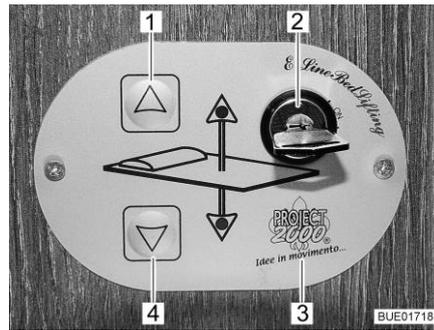

Fig. 96 Commande
Les touches (Fig. 96,1 et 4) sur l'unité de commande (Fig. 96,3) permettent d'abaisser ou de relever le lit escamotable. L'interrupteur à clé (Fig. 96,2) permet de protéger l'unité de commande contre toute utilisation non autorisée.
- Tourner la clé de 90° dans le sens des aiguilles d'une montre dans l'interrupteur à clé (Fig. 96,2) sur la position "On". L'unité de commande (Fig. 96,3) est activée.
- Appuyer sur la touche fléchée (Fig. 96,4) et la maintenir pressée jusqu'à ce que le lit escamotable ait atteint la position désirée vers le bas.
- Appuyer sur la touche fléchée (Fig. 96,1) et la maintenir pressée jusqu'à ce que le lit escamotable ait atteint sa position finale supérieure.
**Régime de secours** S'il n'est plus possible de déplacer le lit escamotable avec les touches fléchées (Fig. 96,1 et 4), contrôler d'abord les fusibles (voir paragraphe 9.10.1). Si les fusibles ne sont pas défectueux mais qu'il n'est toujours pas possible de déplacer le lit escamotable, ce dernier peut l'être manuellement en régime de secours.